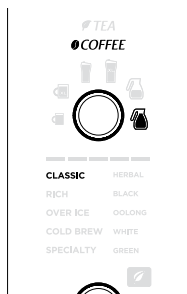

Fig. 15a
- 4 Faites tourner le bouton START/SELECT (démarrer/sélectionner) pour choisir Classic Brew (infusion classique) ou Rich Brew (infusion riche) (fig. 15a et 15b). Si vous souhaitez infuser du thé, appuyez sur le bouton Tea (thé) pour passer au menu thé, et utilisez le bouton pour choisir votre type de thé. Pour changer votre style d'infusion dans le menu thé, appuyez une nouvelle fois sur le bouton Tea (thé) .